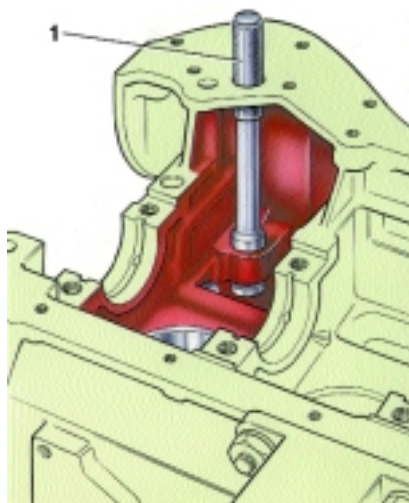

Рис. 2-92. Выпрессовка втулки шестерни привода масляного насоса и распределителя зажигания двигателя мод. 2106-70: 1 – оправка
**Втулка шестерни привода масляного насоса.** Необходимо проверить запрессовку втулки: ее внутренняя поверхность должна быть гладкой и без задиrow, в противном случае втулку надо заменить. Для выпрессовки и запрессовки втулки следует пользоваться оправкой (рис. 2-92). После запрессовки отверстие втулки развернуть до 16,016–16,037 мм.